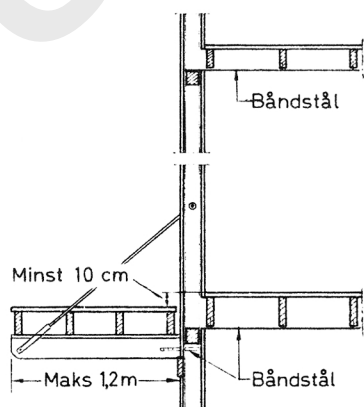
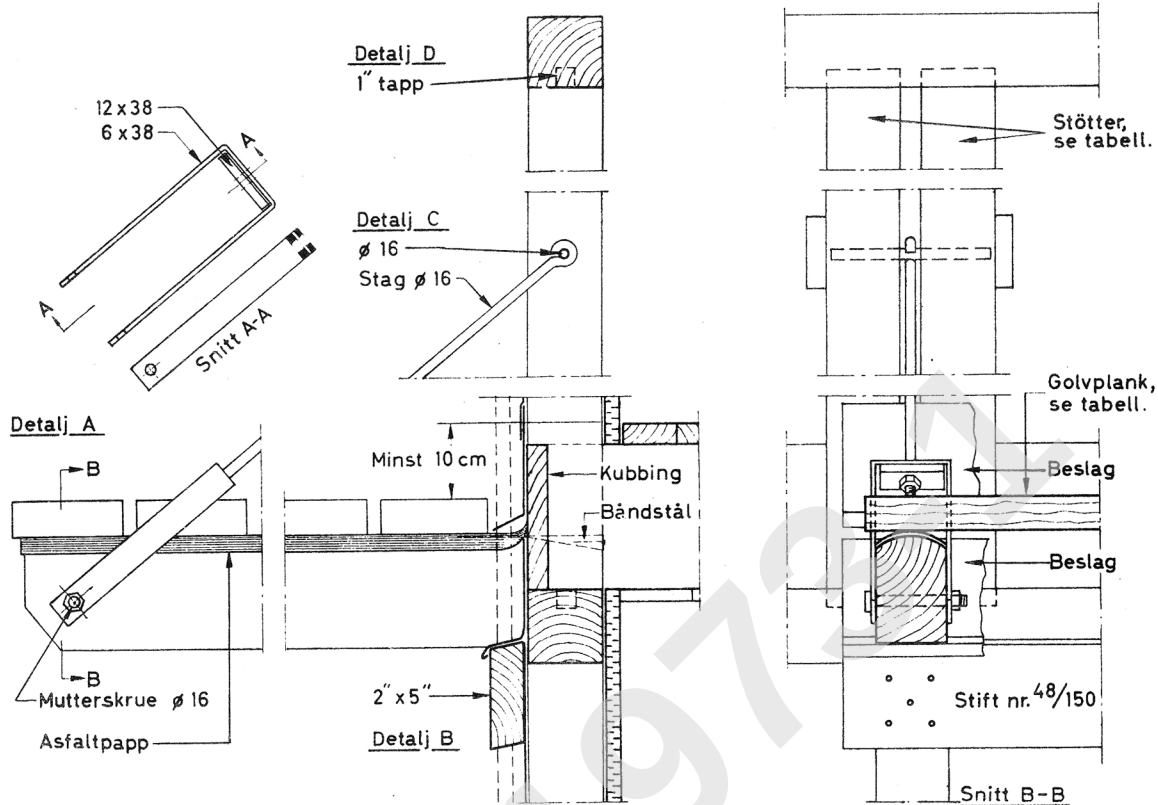
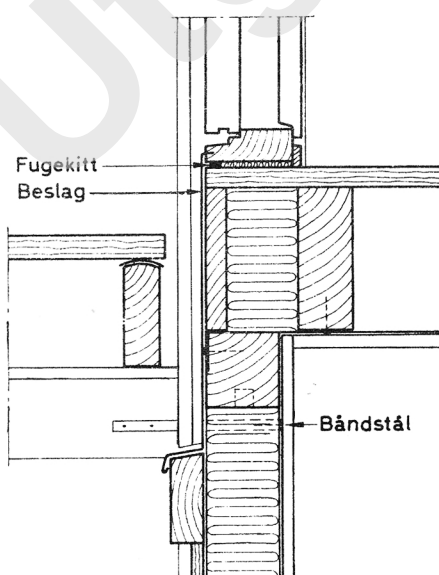
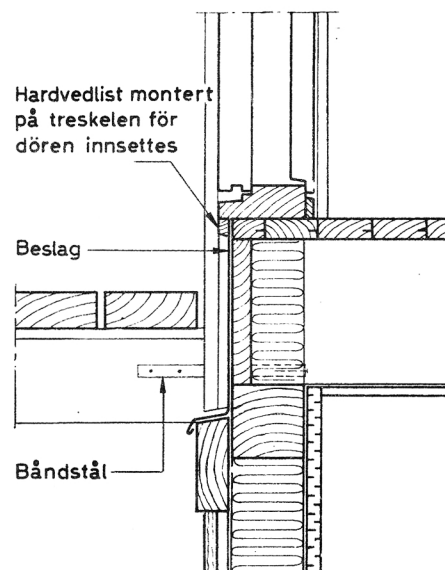

Fig. 24. Mål 1 : 50
Fig. 21. Mål 1 : 10
Fig. 26a. Mål 1 : 10
Fig. 26b. Mål 1 : 10
- 23 Forbindelsen støtte-svill må sikres med f. eks. tapp, fig. 21, detalj D. Forbindelsen svill-golvbjelkelag sikres ved å spikre bjelkene godt til svillen. Når svillen ikke gir opplegg for bjelkelaget, sikres forbindelsen ved hjelp av båndstål som føres rundt svillen og spikres til 3 av golvbjelkene, se fig. 24.
- 24 Golvet kan enten lages av selv bærende golvplanker, fig. 21, eller av sekundære bærebjelker med $1\frac{1}{4}"$ tykke golvbord, fig. 24.
- 25 Bærebjelker under åpent golv skal være avrundet på overkanten og dekket med Asfaltapp 3800, fig. 21 og fig. 24.
- 26 Balkonggolv skal ligge minst 10 cm under dørtreskel. For å slippe å heve treskelen over innvendig golv, kan balkonggolvet senkes 10 cm, fig. 21 og 24. Ved dørtreskelen må det være beslag. Dette kan enten føres inn i spor i treskelen, fig. 26a, eller det kan utføres som vist i fig. 26b.